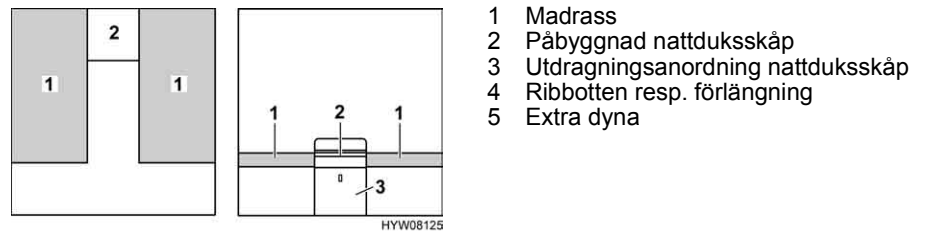

Bild 134 Före ombyggnaden
- Ta bort nattduksskåpets påbyggnad (Bild 134,2) och ställ den åt sidan.